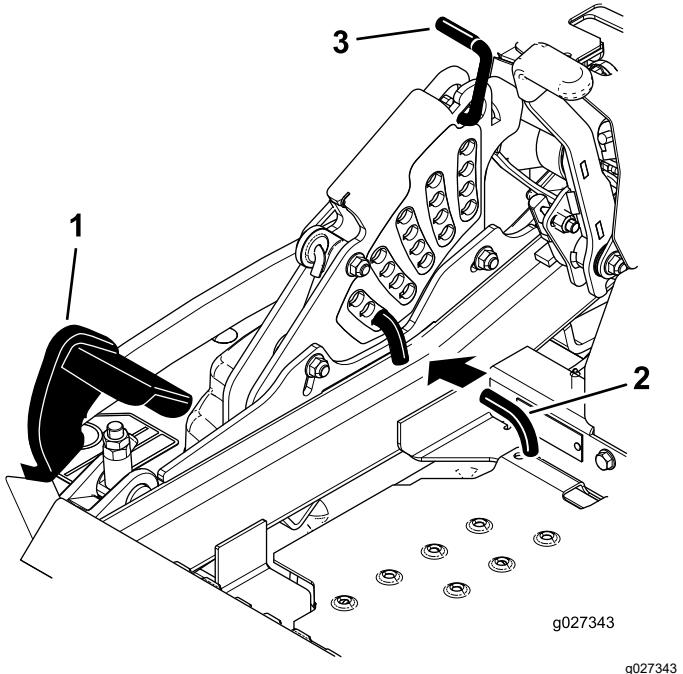

Figura 28
- Empurre o pedal de elevação da plataforma com o pé e suba a plataforma de corte até à posição de transporte (também a posição da altura de corte de 140 mm) como se mostra na Figura 28.
- Para ajustar, rode o pino 90 graus e remova o pino do suporte da altura de corte (Figura 28).
- Selecione um orifício, no suporte da altura de corte, que corresponda à altura de corte desejada e insira o pino (Figura 28).